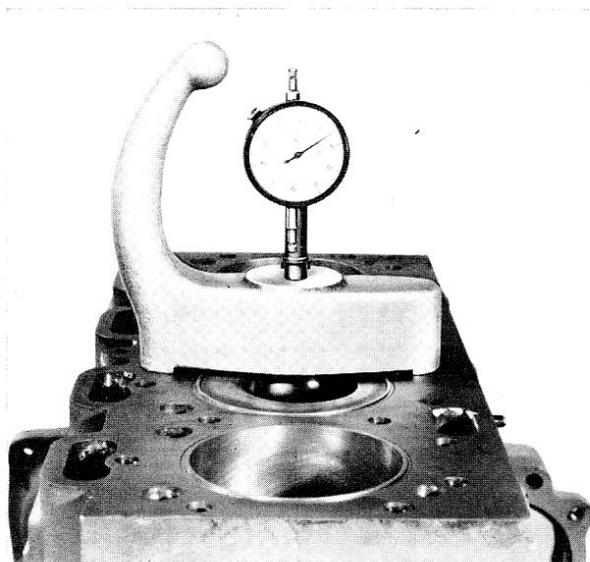

Fig. 38
- 10° Vérifier que le dépassement du piston par rapport au plan de joint du bloc est compris entre 0,38 et 0,50 mm (fig. 38).